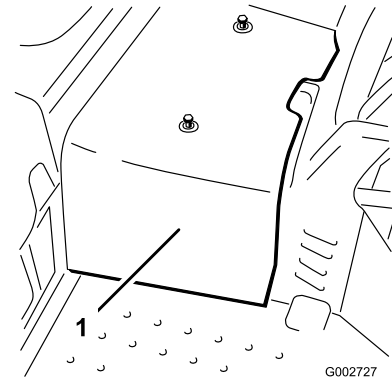

图 45
2. 拧掉将中央护罩固定到机器的 2 个螺丝然后取下护罩图 45。